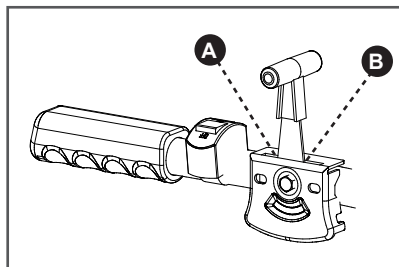

Рис. 29. Положения рычага газа
5. Переведите рычаг газа на 1/3 хода в сторону положения максимальных оборотов двигателя (Рис. 29)
- 5. Переведите рычаг газа в положение «В» максимальных оборотов двигателя (Рис. 29).
- 7. Для изменения скорости движения мотоблока на каждой передаче пользуйтесь рычагом газа (Рис. 29).
5. Переведите рычаг газа в положение «В» максимальных оборотов двигателя (Рис. 29).